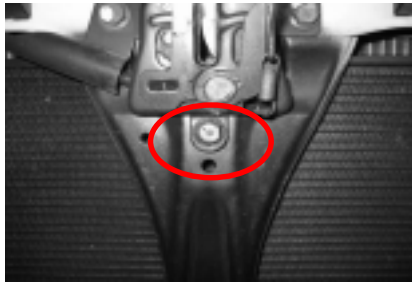

図 2
- ②図 2 のボルトをはずし、 コアステー（アッパー） を共締めしてください。